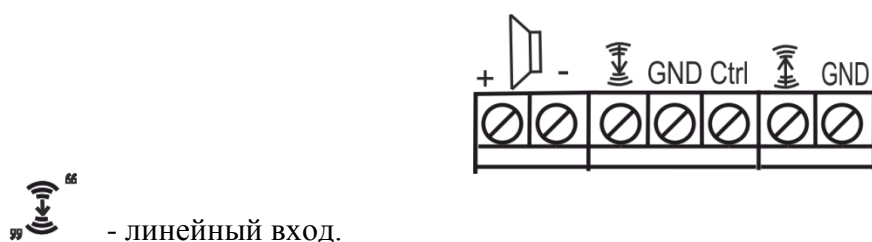

Рисунок 4.15
4.4.8.8 На внешней стороне основания ОНР расположены внешние клеммники черного, белого и красного цвета, соединенные проводами с клеммниками, расположенными на плате: черный – с GND, белый – с линейным входом, красный – с CTRL (см. рисунок 4.15).